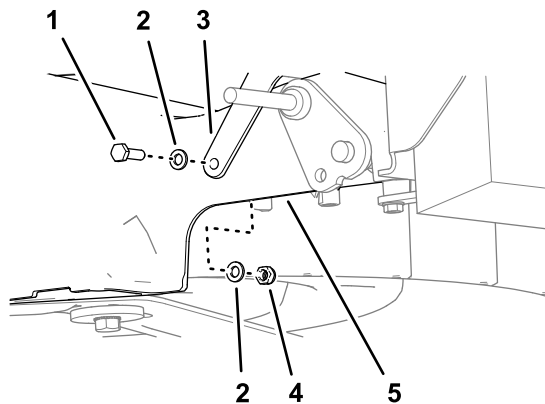

Figure 13
2. Fixez la tige de renfort au plateau de coupe (Figure 13) à l'aide d'une vis (6 x 20 mm), de 2 rondelles (6 mm) et d'un contre-écrou (6 mm).